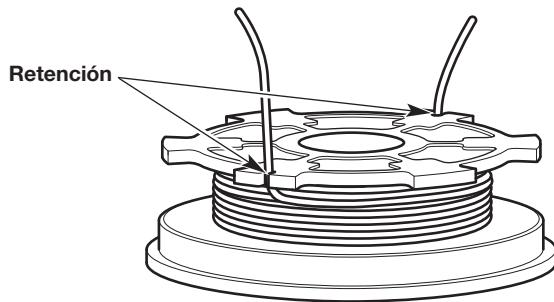

Fig. 31
- Inserte las dos extremos de 6 pulgadas dentro de las dos ranuras de sujeción (Fig. 31).
6. Inserte las dos extremos de 6 pulgadas dentro de las dos ranuras de sujeción (Fig. 31).